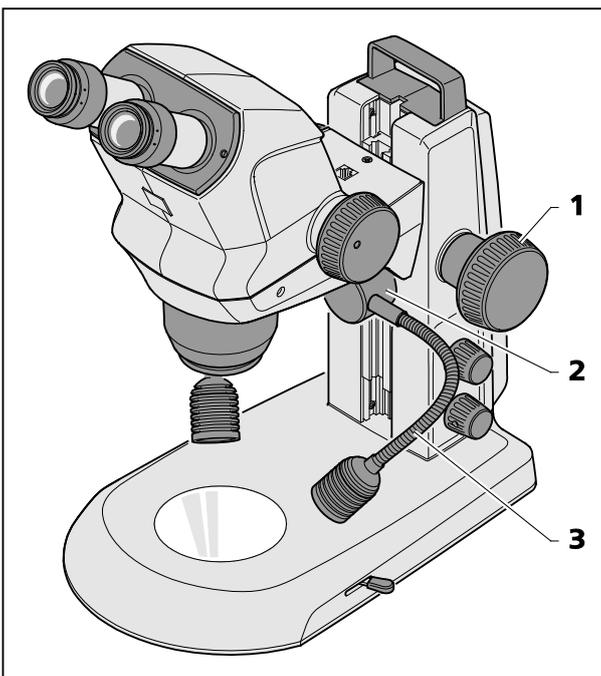

Fig. 16 Iluminador Spot Doble
- Desplazar el cuerpo de microscopio con el botón de enfoque (Fig. 16/1) a la posición superior.
- Empujar el iluminador Spot Doble (Fig. 16/2) en la guía a la altura deseada.
- Al encorvar los dos cuellos de cisne (Fig. 16/3), ajustar los Spots de tal manera que el objeto sea iluminado perfectamente.